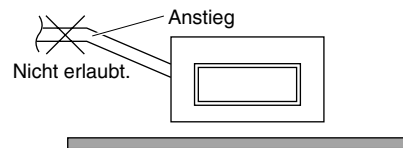

Abb. 3-85
- Das Rohr nicht so einbauen, dass es von der Anschlussstelle aus ansteigt. In diesem Fall fließt das Ablaufwasser zurück in das Gerät, was nach dem Ausschalten eine Undichtigkeit verursacht. (Abb. 3-85)